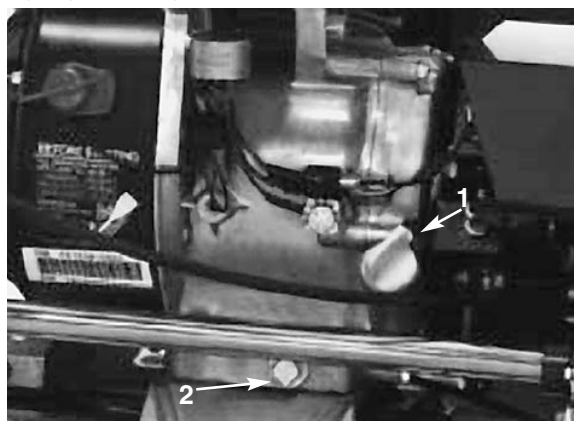

Bild 22
waagrecht steht, und reinigen Sie den Bereich um den Ölpeilstab (Bild 22).
2. Stellen Sie eine Wanne unter die Verschlusschraube hinten unter der Maschine (Bild 22). Entfernen Sie die Verschlusschraube.